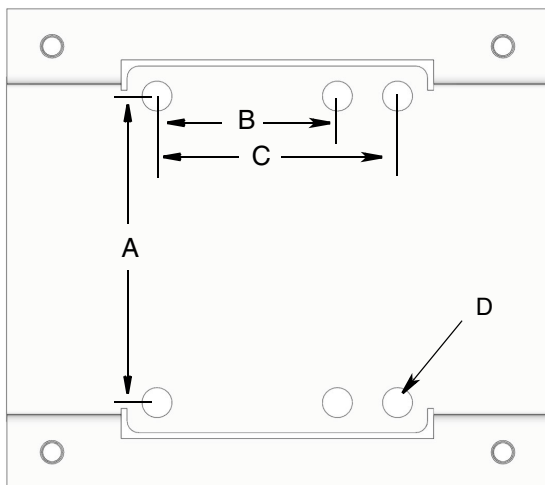

FIG. 6
1. Percez les orifices sur la surface de montage. Utilisez l'embase de l'enrouleur (103) comme gabarit pour agencer la position des orifices de montage ou référez-vous aux dimensions de la FIG. 6.